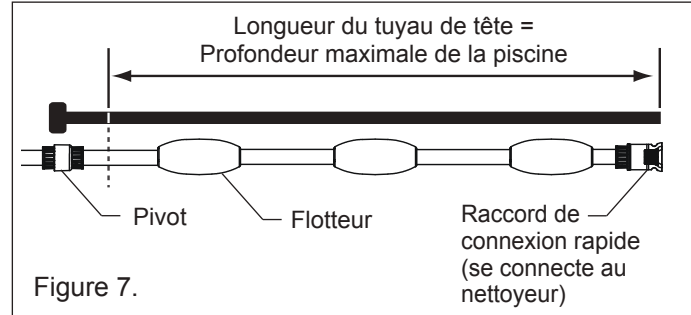

Figure 7.
2. Si la profondeur de la piscine est inférieure à 10 pieds [3 mètres], débranchez le tuyau souple depuis le bout pivotant. Coupez le tuyau pour que sa longueur soit égale à la profondeur maximale de la piscine. **Voir la Figure 7.**